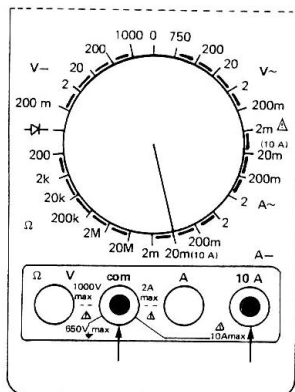

FIGURE 7
- Mettre le commutateur sur la position «20 m (10 A)» (A~). (Voir la figure 7 ci-dessous).